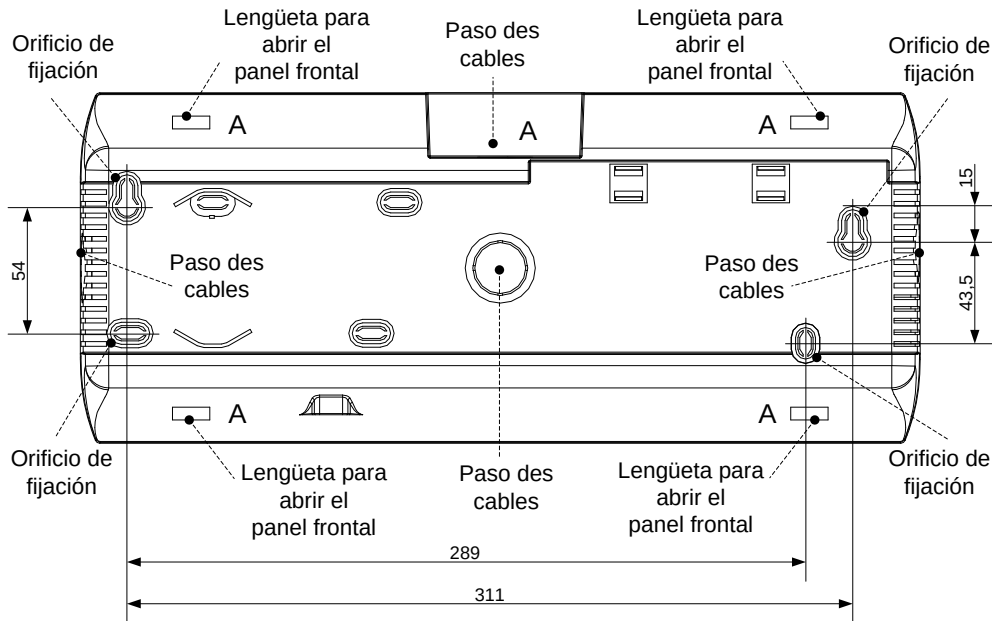

Figura 2 - Vista posterior - dimensiones en mm
- Continúe con la instalación en la pared usando los orificios de fijación desprendibles apropiados en la parte inferior del contenedor (como se muestra en la *figura 2*).